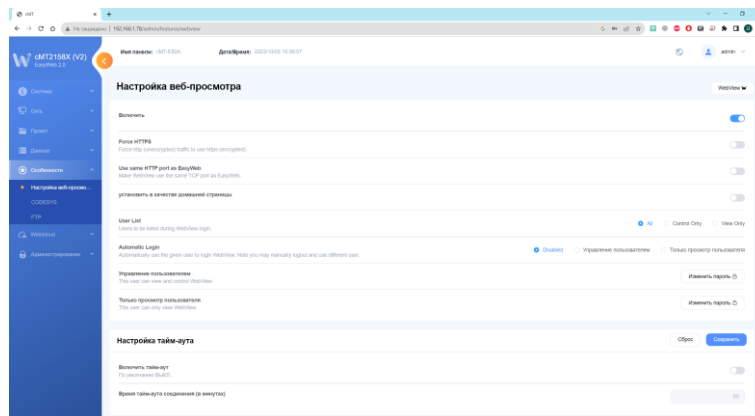

Рисунок 8.13 – Вкладка «Настройка веб-просмотра»
4. Перейти на вкладку «Настройка веб-просмотра» («Особенности» – «Настройка веб-просмотра»), активировать переключатель «Включить», если он не активен) и нажать на кнопку «WebView» (рисунок 8.13). При необходимости включить и настроить время автоматического выхода из Web-интерфейса панели оператора.